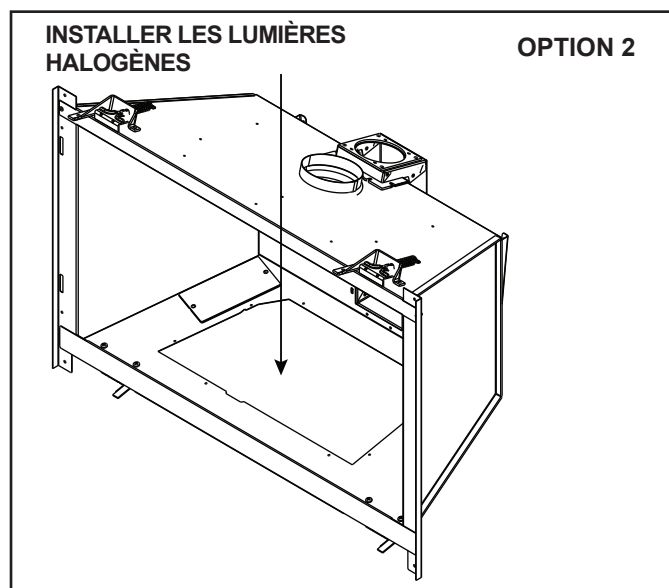

Figure 6.6 Via l'ouverture de la plaque de vanne (Option 2)
- Retirez la façade de l'appareil, la vitre, les registres, le plateau de base, le module du brûleur et la plaque de vanne. Voir la figure 6.6.